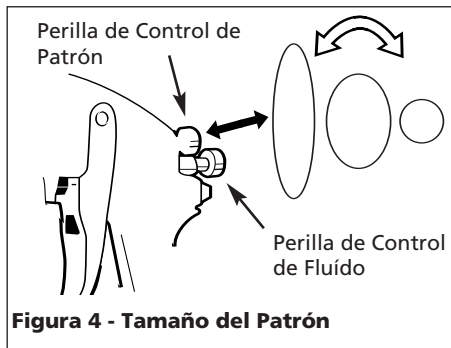

Figura 4 - Tamaño del Patrón
2. Seleccione la forma del patrón. Si desea cubrir una superficie amplia, gire la perilla de control en sentido contrario a las agujas del reloj. Si desea un patrón circular, gírela en el mismo sentido de las agujas del reloj (Vea la Figura 4).
3. Gire la perilla de control totalmente en el mismo sentido de las agujas del reloj, para cerrarlo (Vea la Figura 4).
5. Sáquele las tuercas que sostienen los empaques y reemplácelos SOLO si no puede eliminar la fuga de material después de apretar las tuercas (Vea la Figura 4). No apriete demasiado estas tuercas ya que podría restringir el movimiento de la aguja.